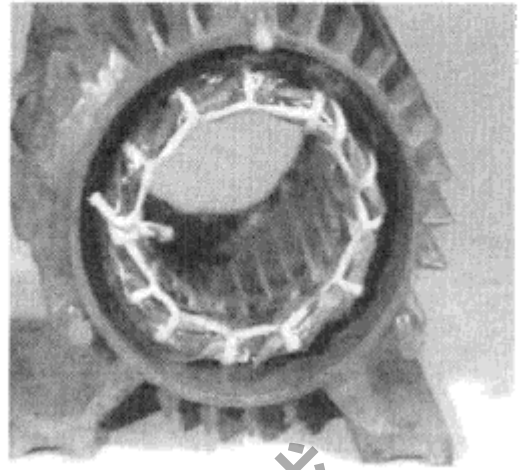

图 3-31 端部绑扎、整形处理
② 绕组的上层边绝缘损坏而发生接地时，可以打出槽楔，修补槽衬或抬起上层线匝进行绝缘处理。修复绕组绝缘后，应重新打入槽楔。若打入槽楔时过紧或无法打入，应适当将槽楔修薄。
③ 接地点出现在槽底时，只有更换槽衬才能解决。为此，必须取出一个节距内的线圈。操作时应特别小心，不要碰伤匝间绝缘。为了避免损伤绝缘，一般采用将绕组加热软化后再撬出线圈的方法。可在线圈中通入小于额定值的电流，利用铜损来加热线圈，加热温度应不超过  $75^{\circ}\text{C}$ 。待绝缘软化后，停止加热，打出槽楔，用竹片撬开槽衬，慢慢地将线圈抬出槽口。逐个取出一个节距内的上层边后，再把有接地故障的下层边取出，更换新槽衬，并对故障线圈进行绝缘处理。接地故障修复后，重新嵌入此节距范围内绕组的上层边，打入槽楔，复查绕组接地情况。最后对绕组端部进行绑扎、整形（如图 3-31 所示），并进行涂漆、烘干处理。